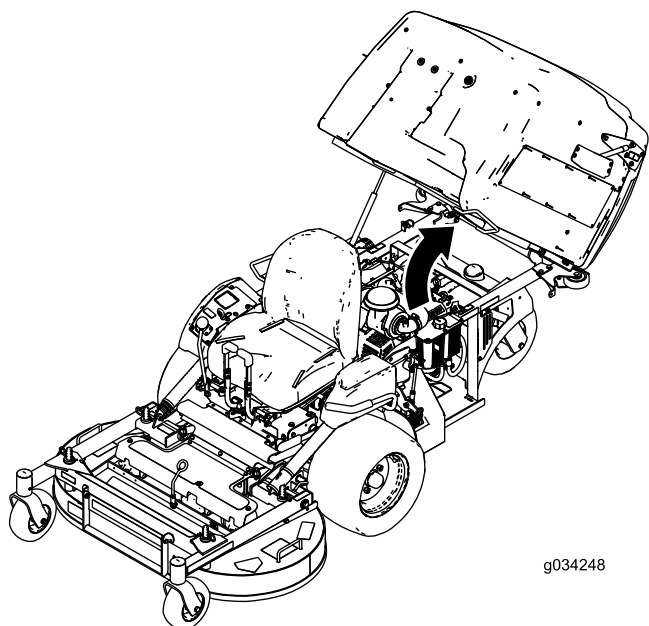

**Figura 30**
5. Lubrifique o braço intermédio da correia da bomba (Figura 30).